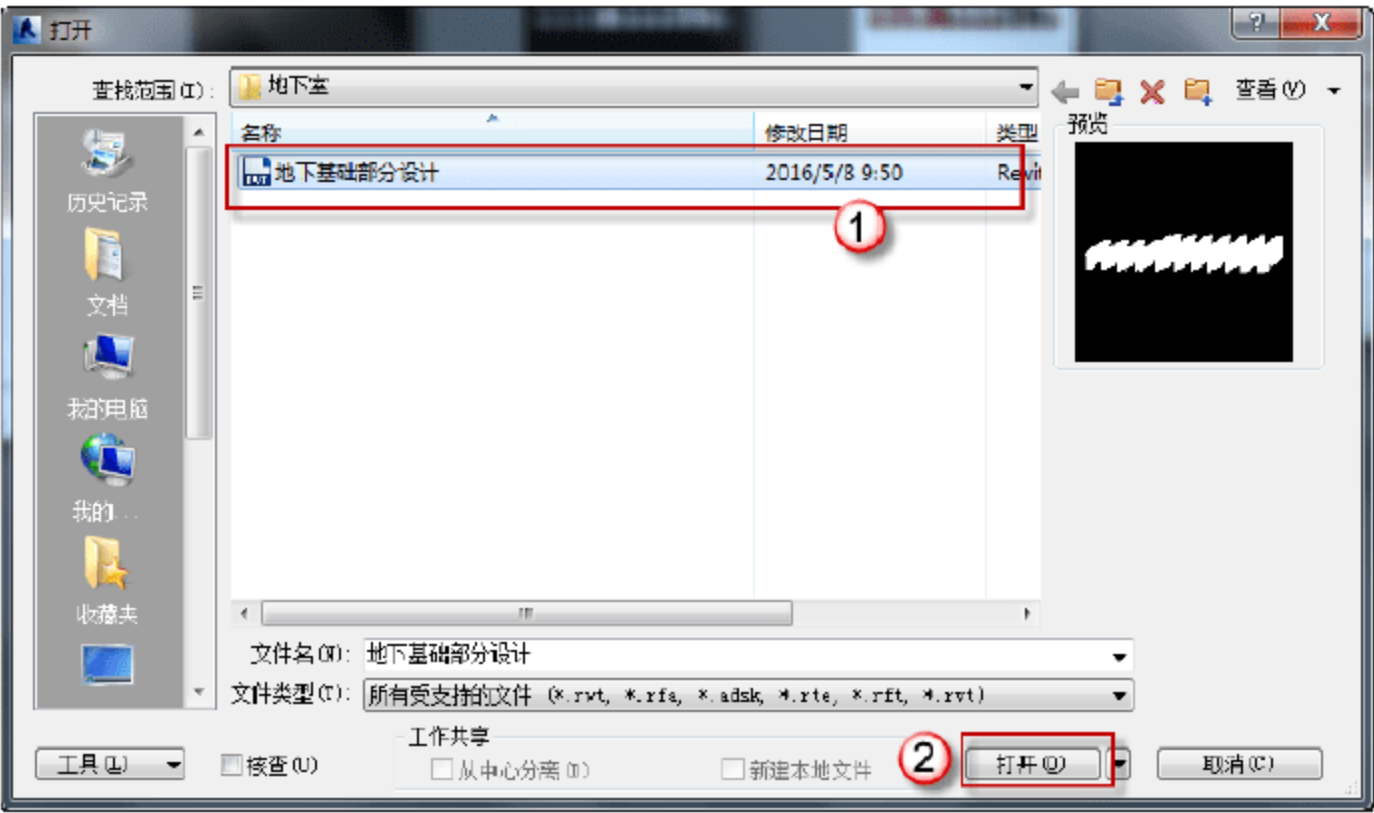

图 3.1.1 打开项目
(1) 打开项目。选择“打开”→“项目”命令，在弹出的对话框中选择“地下基础部分设计”选项，并单击“打开”按钮，如图 3.1.1 所示。